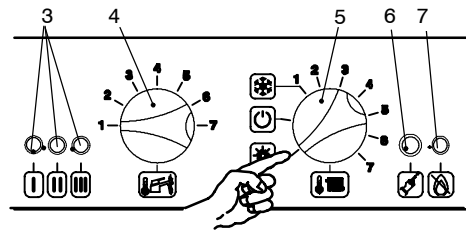
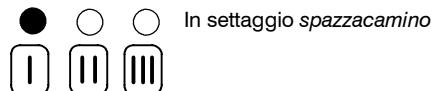
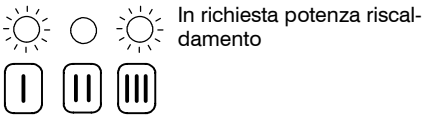

fig. 9.7
fig. 9.8
fig. 9.9
- 1 Alimentate elettricamente la caldaia azionando l'interruttore bipolare previsto nella installazione; la lampada di segnalazione 3 in fig. 9.7 lampeggia ogni 4 secondi.
- 2 Posizionare il selettore 5 come indicato in fig. 9.7; la lampada di segnalazione 3 lampeggia ad intermittenza circa ogni 2 secondi.
- 5 Tenere premuto il pulsante di ripristino 6 in fig. 9.7 per circa 10 secondi, la lampada di blocco 7 in fig. 9.7 inizierà a lampeggiare.
- 6 Per settare la funzione *spazzacamino* le spie di segnalazione 3 in fig. 9.7 devono essere visualizzate come in fig. 9.8 (leggenda spie fig. 9.5)
- 7 Ripremere il pulsante di ripristino 6 in fig. 9.7 per circa 5 secondi, la lampada di blocco 7 in fig. 9.7 si spegne, mentre le spie di segnalazione 3 in fig. 9.7 lampeggiano in maniera richiesta potenza riscaldamento fig. 9.9